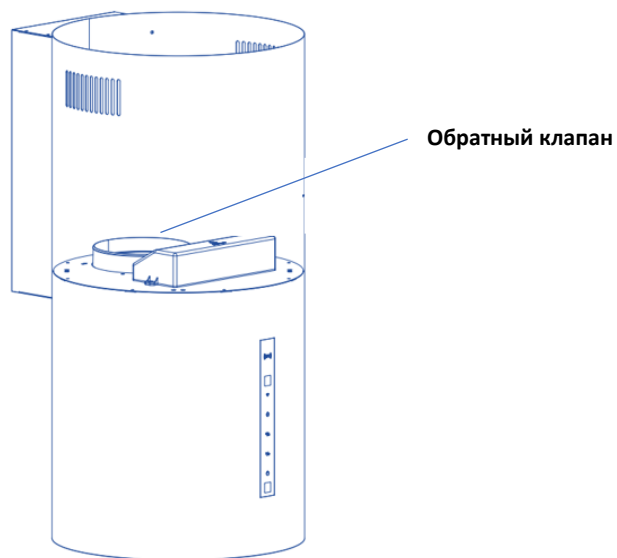

Рис.2
- Выпускное отверстие находится внутри корпуса вытяжки. Установите гибкую вытяжную трубу к выпускному отверстию вытяжки (см. рис. 2 на след. стр).